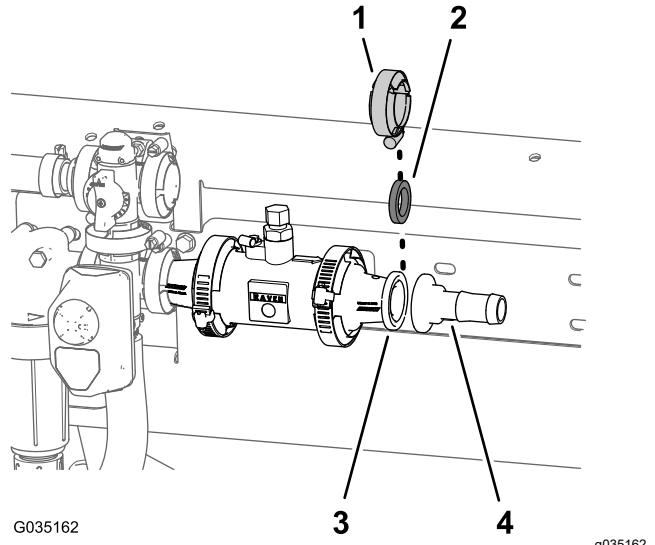

Рисунок 56
2. Совместите уплотнительную прокладку (1-5/16 дюйма) и шланговый штуцер типа «елочка» с концом переходного патрубка (Рисунок 56).
3. Присоедините шланговый штуцер и уплотнительную прокладку к переходнику (Рисунок 56) с помощью фланцевого хомута 51 мм (2 дюйма).